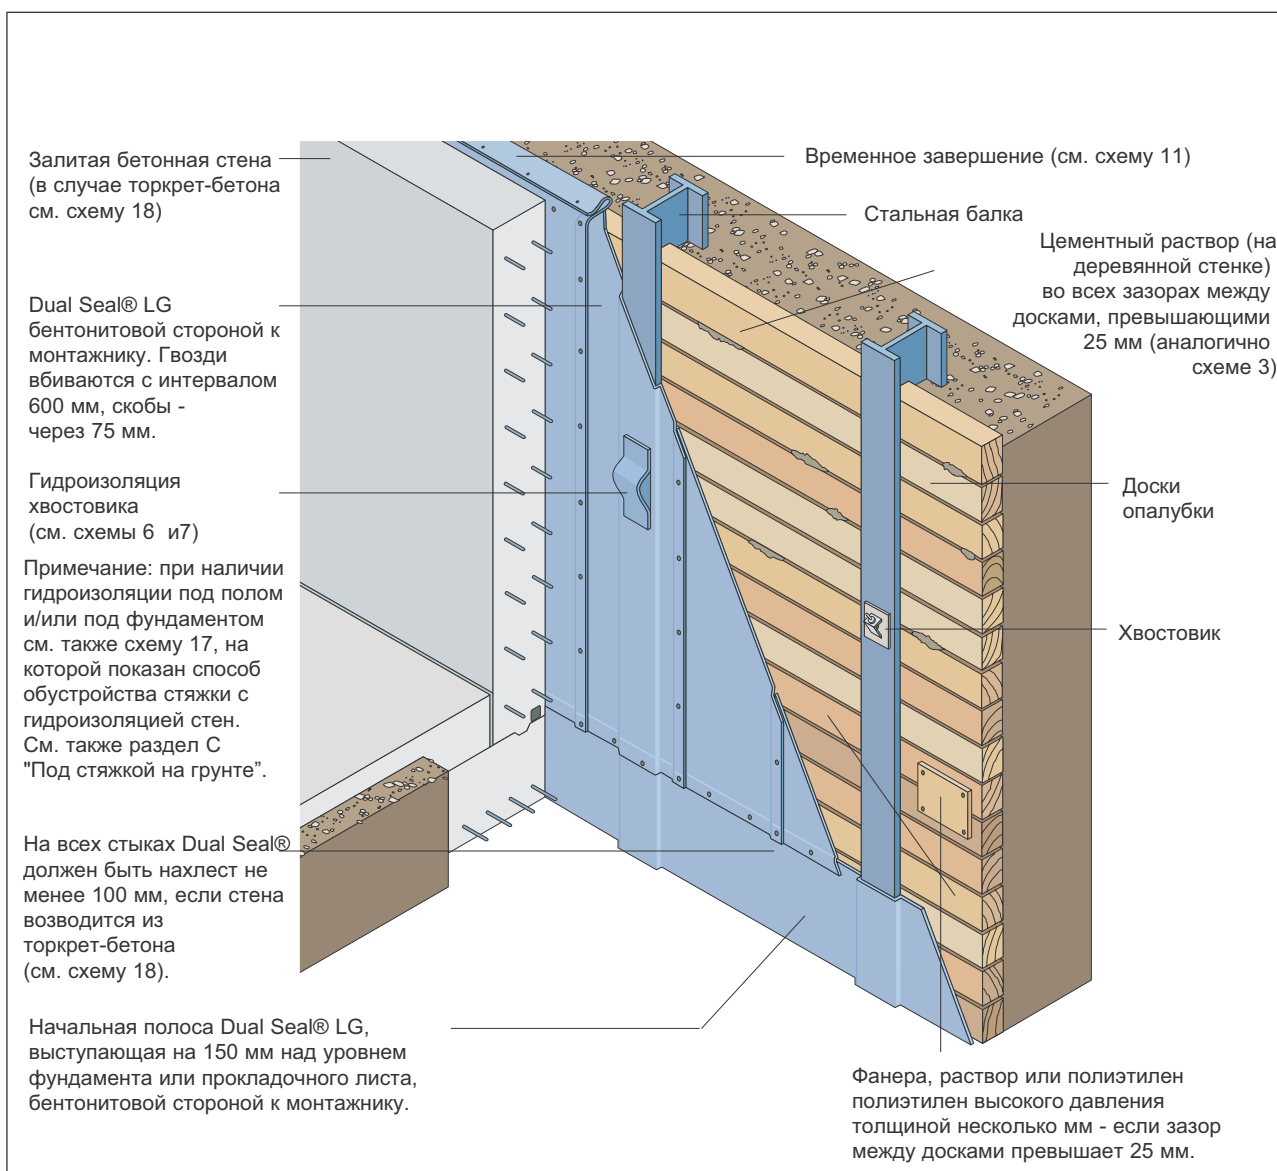

Рисунок 2. Монтаж гидроизоляции Dual Seal® на деревянную опалубку со стальными стойками.
3. Если перед установкой гидроизоляции планируется установка оснований или прокладочных листов, сначала необходимо закрепить горизонтальную начальную полосу Dual Seal® LG (рис. 2 - 7).